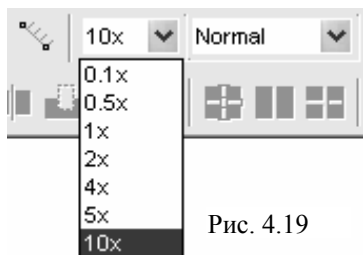

Рис. 4.19
- Щёлкните мышкой по кнопке в правом конце поля ввода **Grid Spacing** на панели инструментов и введите в это поле множитель **10x** (рис. 4.19). Этот множитель определяет размер клеток сетки. По умолчанию при выбранной системе единиц измерения длины он равен 0.1 mil. Множитель 10x увеличивает размер клеток сетки в 10 раз, т.е. он будет равен 1 mil. Если этого поля на панели инструментов нет, щёлкните правой кнопкой мышки по панели инструментов и